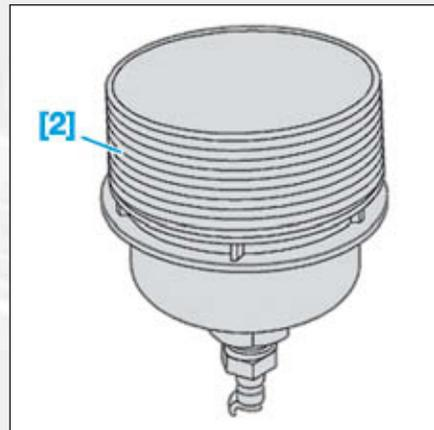

FIG.14
- [2]. Raccord pour prise de pression d'huile moteur (réf : 1503-J) (Fig.14).